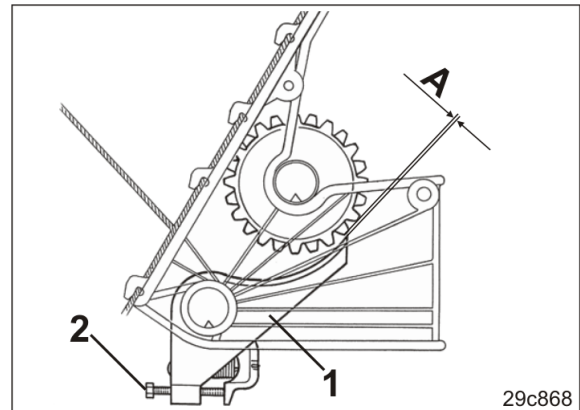

Fig. 115
2. Die Bodenklappen (Fig. 115/1) auf Leichtigkeit prüfen.
Der Abstand „A“ (Fig. 115) zwischen Bodenklappe und Sägeblatt beträgt 0,1 mm bis 0,5 mm.
5. Mit der Schraube (Fig. 115/2) den vorgeschriebenen Abstand einstellen.